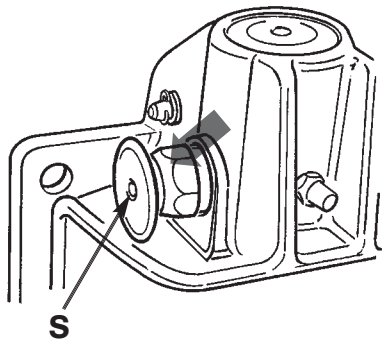

Abb. 2
- Sicherungsgriff (**S**) herausziehen (s. Abb. 2)